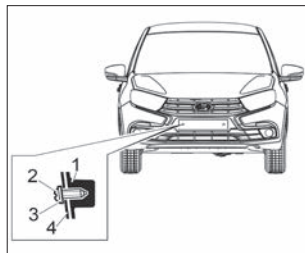

Рис. 40. Крепление переднего номерного знака
**Передний номерной знак 4** (рис. 40) крепится двумя самонарезающими винтами **2** с шайбами **3**.